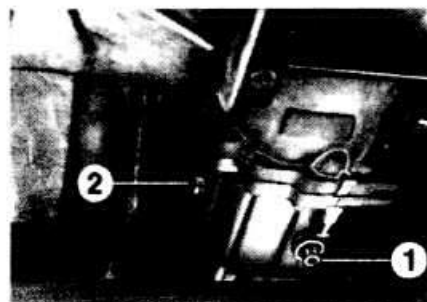

Рис. 6-1. Расположение пробок сливного (1) и контрольно-заливного (2) отверстий картера коробки передач
- Отвернуть пробки сливного 1 и заливного 2 отверстий картера КП и слить масло (рис. 6-1).